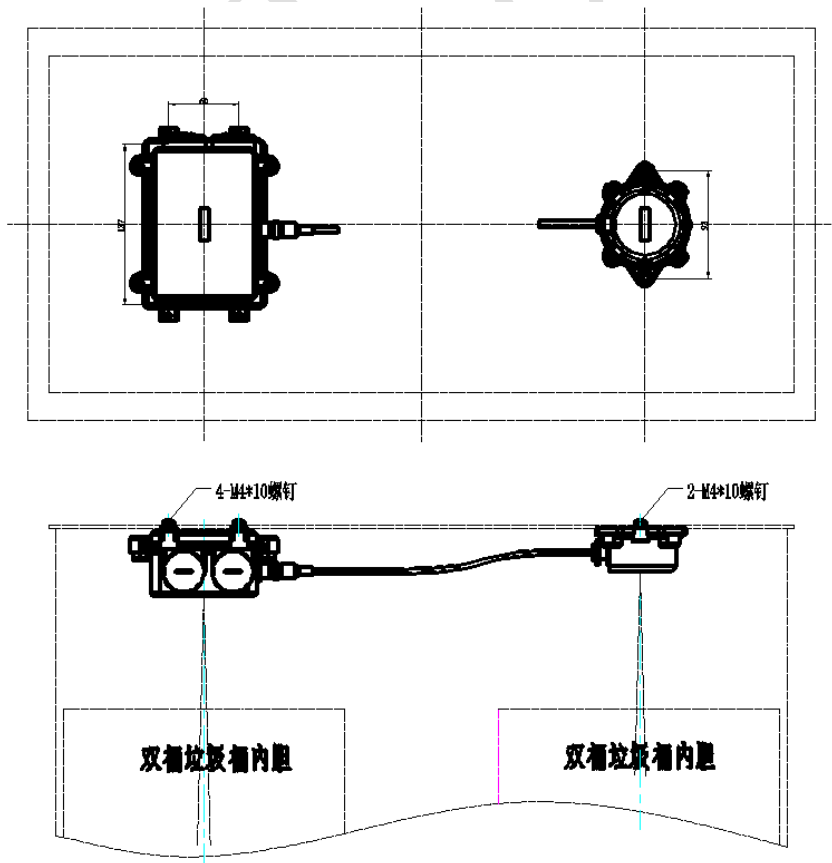

图 7 双桶垃圾桶满溢监测终端安装图
- b) 在垃圾桶的顶部按图 7 示尺寸要求打6个 $\Phi 4.5$ 孔，控制盒孔距为137mm*60mm，螺钉为M4*10，探头孔距92mm，螺钉为M4*10。